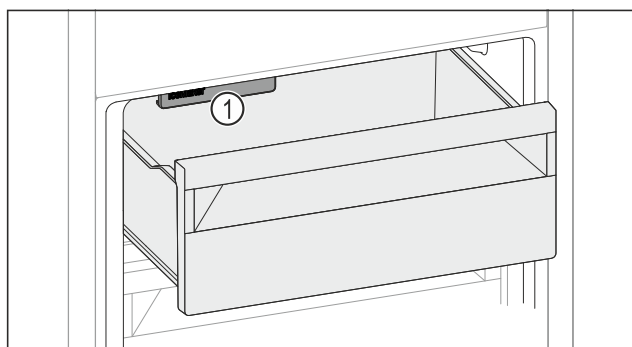

Fig. 101
- ▶ Luați în considerare IceMaker Fig. 101 (1).